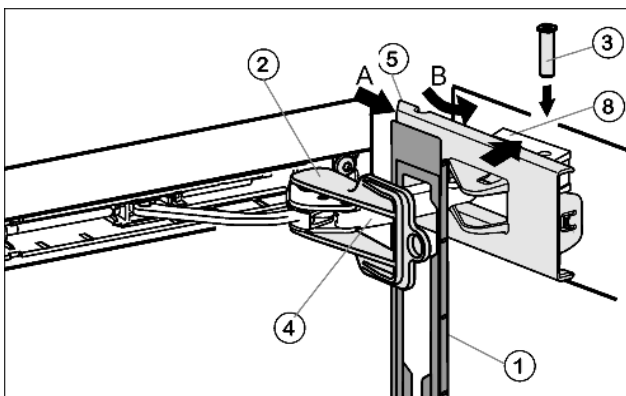

Fig. 24
- ▶ Accrocher le panneau Fig. 24 (1) sur l'étrier de l'amortisseur Fig. 24 (4), de telle sorte à ce que le crochet d'arrêt pointe vers l'intérieur et la face avant de l'appareil.
- ▶ Pousser le cache Fig. 24 (5) depuis l'extérieur (A) et le faire pivoter au-dessus de l'élément pivotant Fig. 24 (8) (B).
- ▶ Poser le cache Fig. 24 (5) et l'encliqueter jusqu'au premier enclenchement.
- ▶ Rapprocher l'étrier de l'amortisseur Fig. 24 (4) vers l'élément pivotant Fig. 24 (8) et enfoncer à nouveau le tenon Fig. 24 (4) à partir du haut, de telle sorte à ce que le carré repose dans l'évidement.
- ▶ Bloquer maintenant le cache Fig. 24 (5) complètement sur l'élément pivotant Fig. 24 (8).
- ▶ Retirer le dispositif d'arrêt Fig. 24 (2) en le tournant.
- ▶ Faire encliqueter le panneau Fig. 24 (1) à la porte.